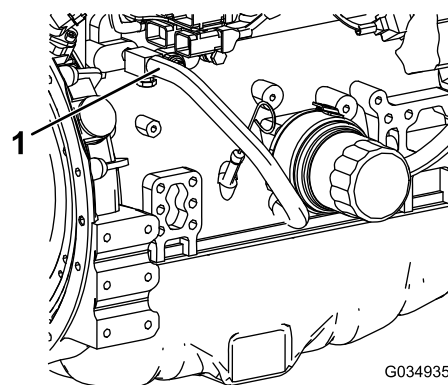

Рисунок 126
7. Отсоедините шланг охлаждающей жидкости от маслоохладителя двигателя (Рисунок 126).